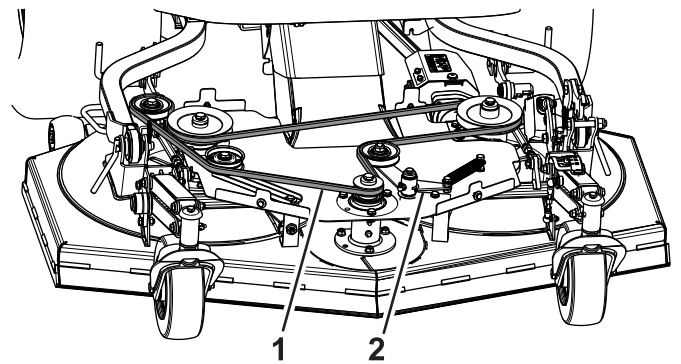

Figura 107
2. Instale el muelle del brazo tensor en el poste de la unidad de corte (Figura 107).
4. Retire el muelle del brazo tensor del poste de la unidad de corte (Figura 107).
1. Dirija la nueva correa alrededor de las poleas, tal y como se muestra en la Figura 107.